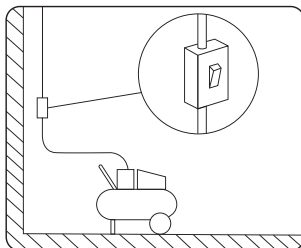

рис. 8
- Установите в разрыв цепи питания дополнительное автоматическое защитное устройство, рассчитанное на силу тока не более 16 А (рис. 8)